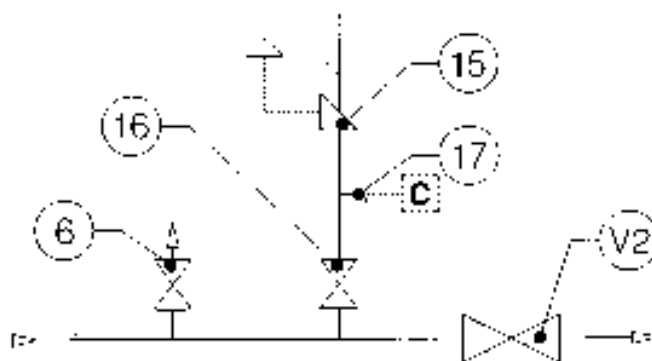

Fig. 5
2.2 INSTALLAZIONE CON VALVOLA DI INTERCETTAZIONE (FIG. 5)
2.2 INSTALLATION WITH ON/OFF VALVE (FIG. 5)